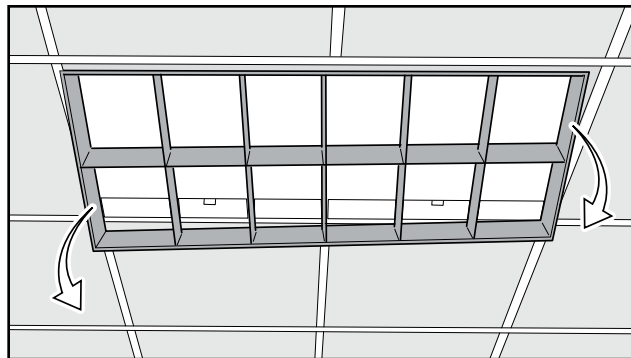

Figure 1.
1. Coupez le courant et retirez le cadre d'origine (fig. 1).